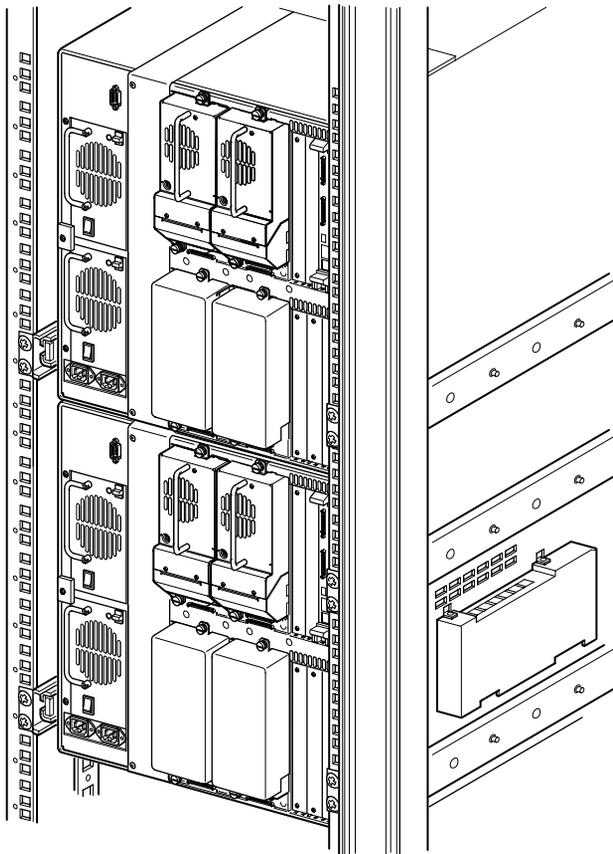

Figure 2-7. Installation de la librairie (MSL5052)
1. Installez deux bibliothèques MSL5052, comme illustré dans la Figure 2-7, en suivant les instructions du *kit de présentation et d'installation de la bibliothèque Compaq StorageWorks MSL5052* ou du *kit de conversion pour montage en rack Compaq Storage Works série MSL5000*.